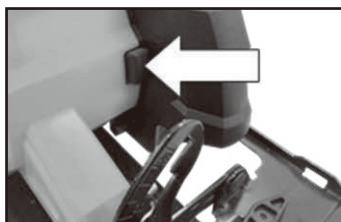

Fig. 1
1. Appuyez sur le bouton de blocage de la broche (Fig. 1).